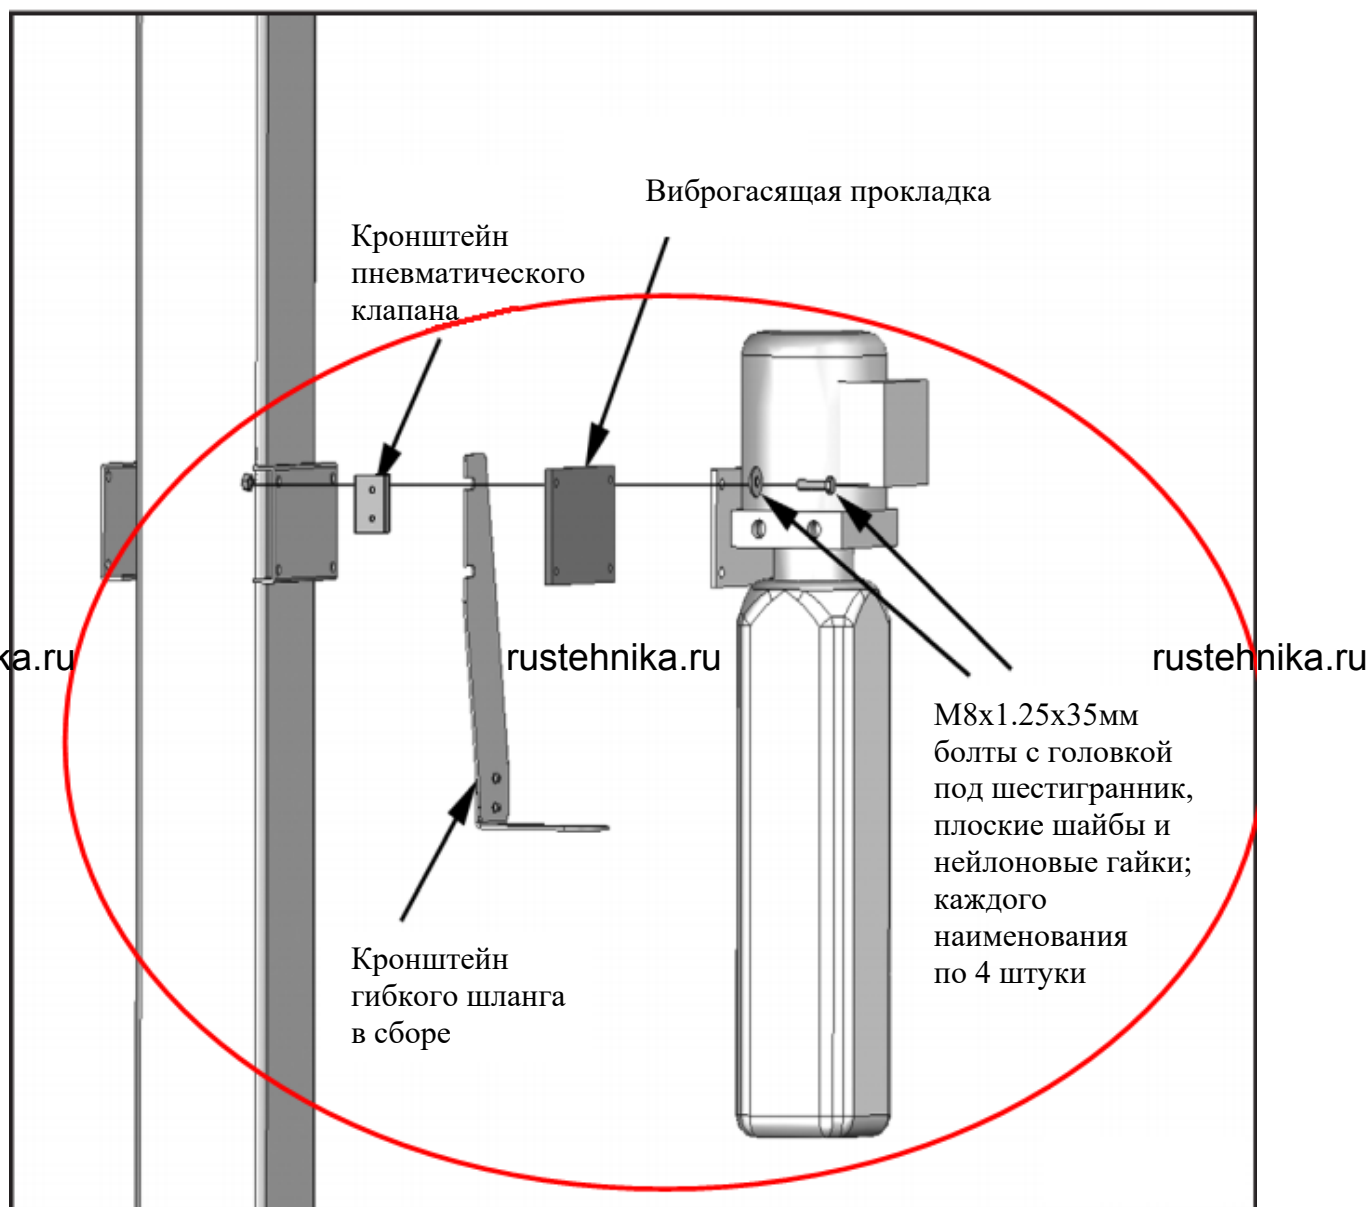

Рис. 9.1
1. Закрепите гидроагрегат на кронштейн, используя болты М8 с головкой под шестигранник и нейлоновые гайки. Залейте необходимое количество (прим. 12 л.) рекомендованной гидравлической жидкости HW-32 (см. рис. 9.1).